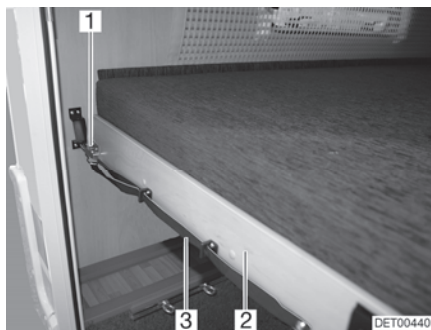

Fig. 116 Lit superposé (arrière)
- Tirer sur la boucle (Fig. 116,3) et désenclencher le verrou (Fig. 116,1).
- Tirer le sommier à lattes (Fig. 116,2) avec le matelas vers l'avant jusqu'à ce qu'il s'enclenche.